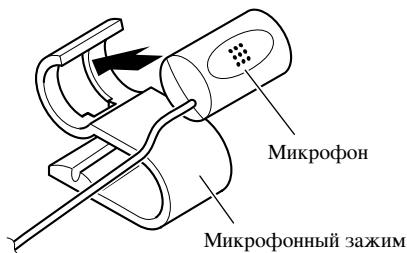

Рис. 16
1. Установка микрофона на микрофонном зажиме. (Рис. 16)